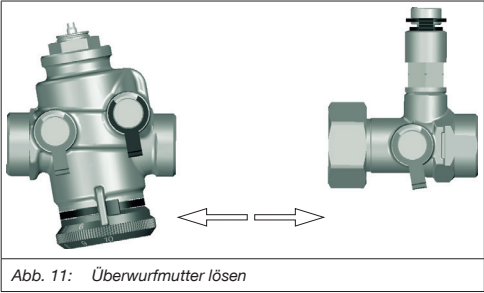

Abb. 11: Überwurfmutter lösen
- Lösen Sie die Überwurfmutter (siehe Abb. 11).